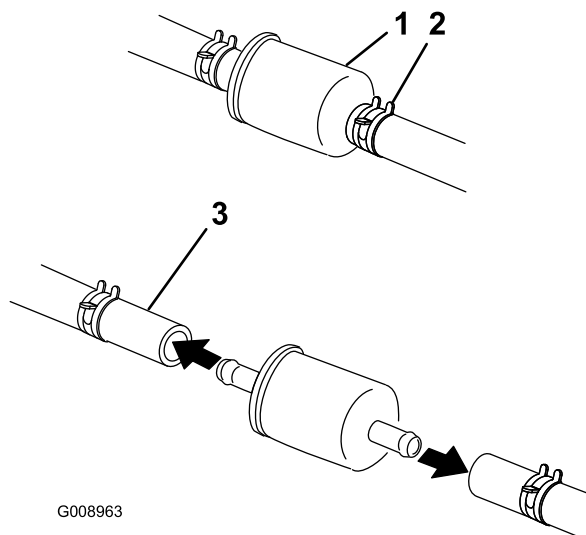

図 41
4. 古いフィルタのクランプをゆるめて脇に寄せる (図 41)。